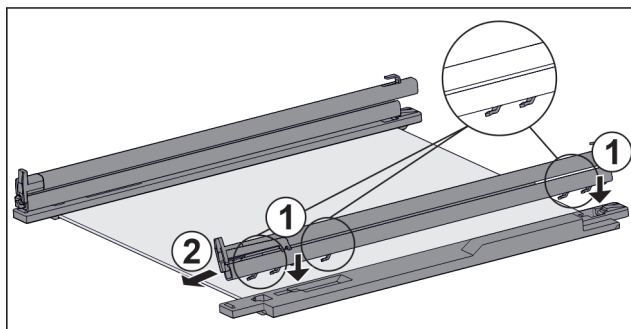

Fig. 130 Płyta szklana z szynami i elementami mocującymi
- ▶ Założyć haki szyny w otworach **lewego** elementu mocującego. Fig. 130 (1)
- ▶ Pociągnąć szynę do przodu. Fig. 130 (2)
- ▶ Założyć haki szyny w otworach **prawego** elementu mocującego. Fig. 130 (1)